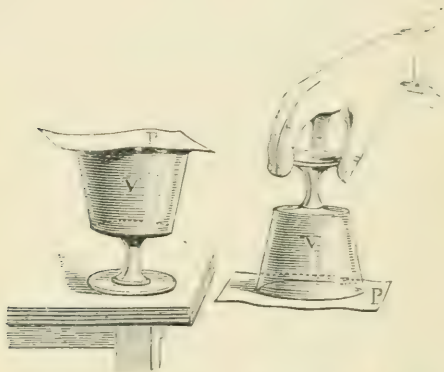

FIG. 49. — Expérience. — V, liquide: P, papier.
53. — Une autre preuve de la pression de l'air est la suivante (fig. 49) :